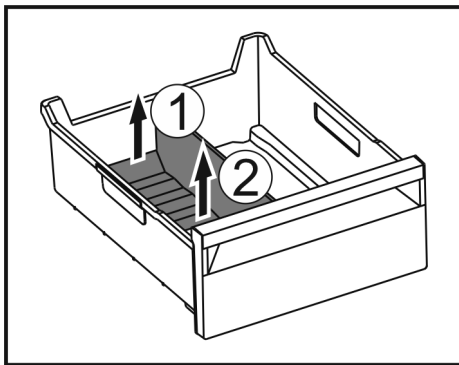

Fig. 99
- Lyft upp frysfacksdelarens bakre del. Fig. 99 (1)
- Ta ut frysfacksdelaren uppåt. Fig. 99 (2)